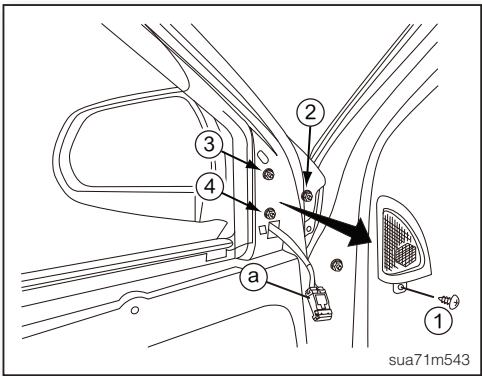

图2
2. 拆下前门高音喇叭固定螺丝①，接着取下前门高音喇叭(如图2)。
3. 拆开左车门后视镜线束接头Ⓐ(如图2)。
5. 拆下左车门后视镜固定螺母②(如图2)。
6. 拆下左车门后视镜固定螺母③、④(如图2)。
5. 拆下右车门后视镜固定螺母②(如图2)。